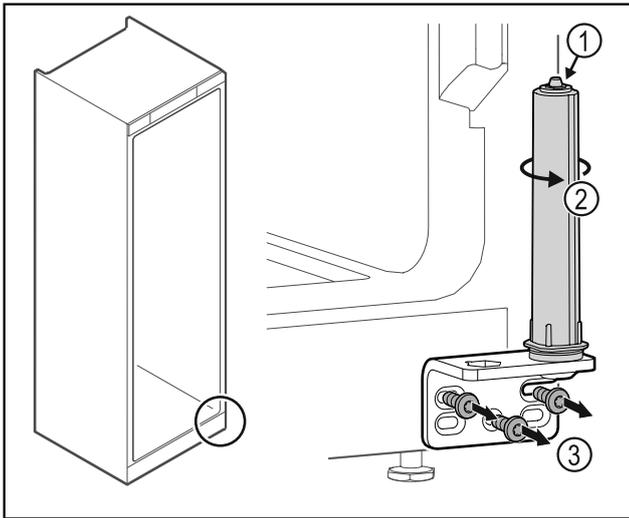

Fig. 18
- ▶ Не разглобявайте затварящата система на вратата Fig. 18 (1).
- ▶ Въртете затварящата система Fig. 18 (2), докато тя щракне.
- ▶ Развийте ъгъла на пантата Fig. 18 (3).